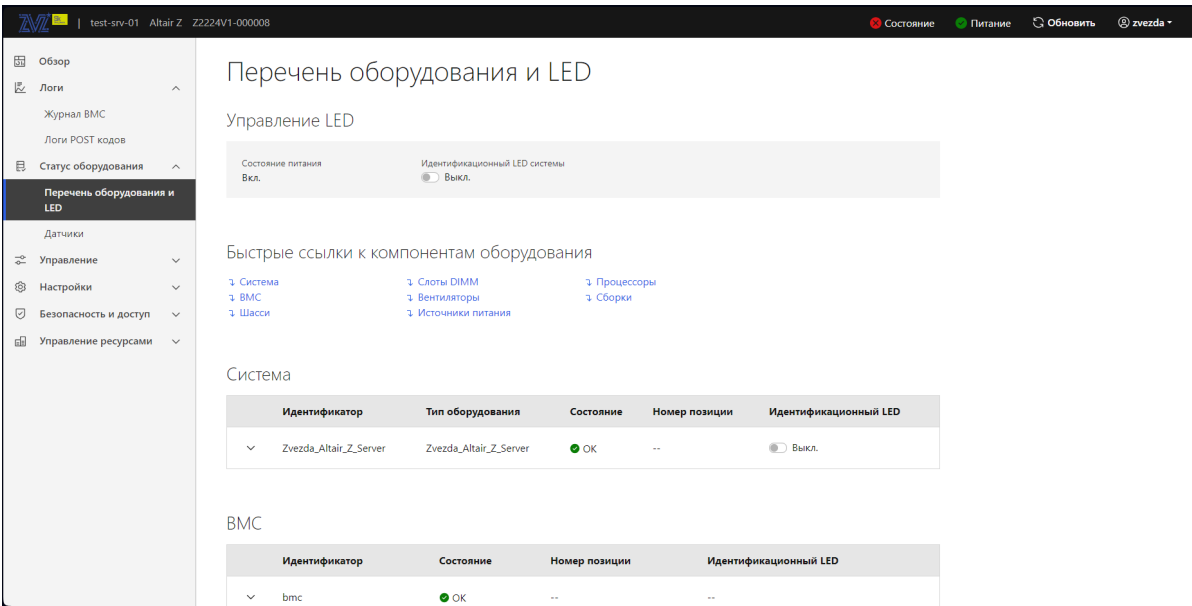

Рис. 82. Окно «Перечень оборудования и LED»
- 4) Пройдите во вкладку «Статус оборудования» → «Перечень оборудования и LED» в данной вкладке отображается перечень и статус оборудования. В поле «Управление LED» отображается состояние питания, переведите переключатель «Идентификационный LED системы» в активное положение для включения светодиода индикации сервера. В поле «Быстрые ссылки к компонентам оборудования» приведен список быстрых ссылок к компонентам сервера и их состоянию. В поле «Система» отображается тип оборудования и его состояние. В поле «BMC» отображается состояние BMC. Окно показано на рис. 82 **Окно «Перечень оборудования и LED»**